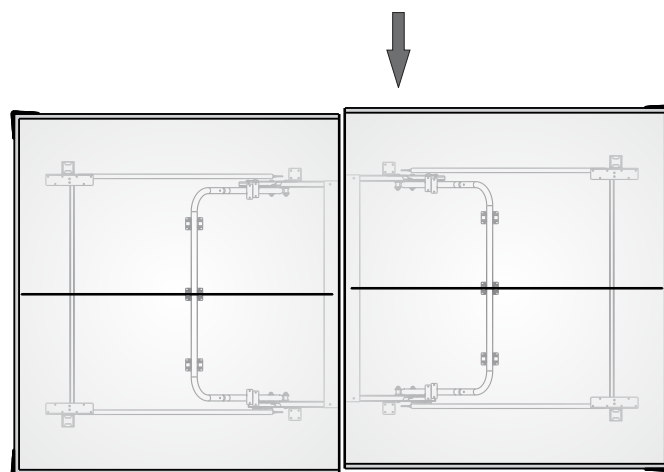

Figura 20
SI LA MESA NO ESTÁ ALINEADA CORRECTAMENTE: (ver Figura 20)
3. Con la ayuda de otros dos adultos, empuje las dos mitades de la mesa hasta que estén alineadas las dos mitades y volver a apretar las tuercas con alas (#32) como se muestra en la Figura 20.